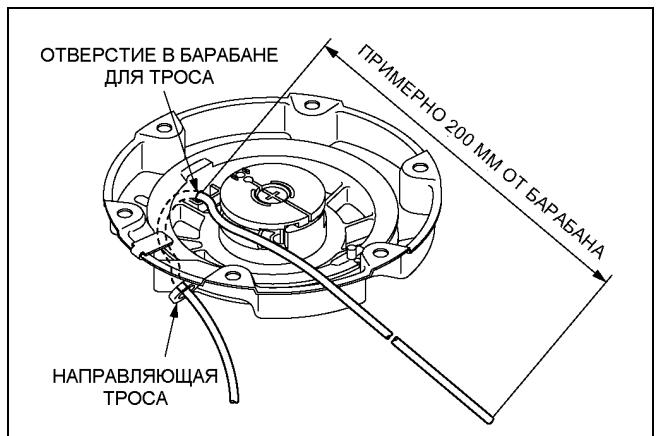

Рис. 13-7
(4) Натяжение пружины барабана
- 2 Зафиксируйте барабан таким образом, чтобы отверстие в барабане под тросом совпало с направляющей троса. (Рис. 13-7)
- 1 Пропустите конец троса через направляющую троса и отверстие для троса в барабане и вытяните трос из барабана примерно на 20 см. (Рис. 13-7)